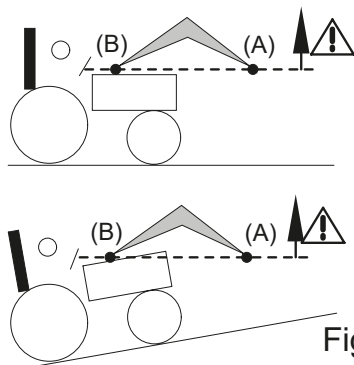
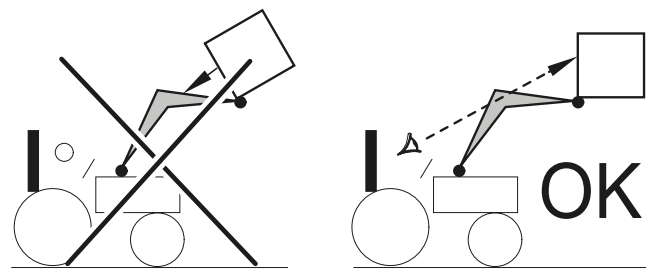

Fig. 2
Fig. 3
- Verlies tijdens het heffen en het verplaatsen de lading niet uit het oog vanaf het moment dat het scharnierpunt van het werktuig (A) niet langer in het horizontaal verlengde van het scharnierpunt van de frontlader (B) ligt [zie Afb. 2]. Corrigeer indien nodig de positie van het werktuig, zodat de lading nooit naar de bestuurder gericht wordt [zie Afb. 3].
**GEVAAR:** Als de lading niet goed vastgezet is, loopt de operator het risico dat de lading valt wanneer het scharnierpunt van het werktuig (A) niet langer in het horizontaal verlengde van het scharnierpunt van de frontlader (B) ligt [zie Afb. 2].
**GEVAAR:** Het is verboden de frontlader te kiepen wanneer het scharnierpunt van het werktuig (A) niet langer in het horizontaal verlengde van het scharnierpunt van de frontlader (B) ligt [zie Afb. 2].